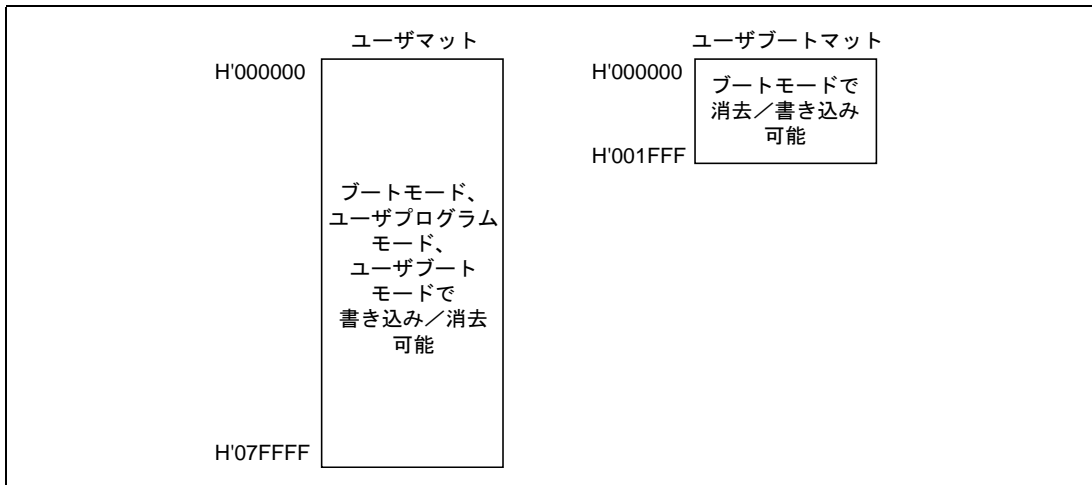

図 4.1 フラッシュメモリ構造
0.18 μ m プロセスの F-ZTAT は、フラッシュメモリの構成は、2 種類のメモリ空間からなっています。これらはメモリマットと呼ばれ、512kB のユーザマット、8kB のユーザブートマットから成り立ちます (図 4.1 参照)。